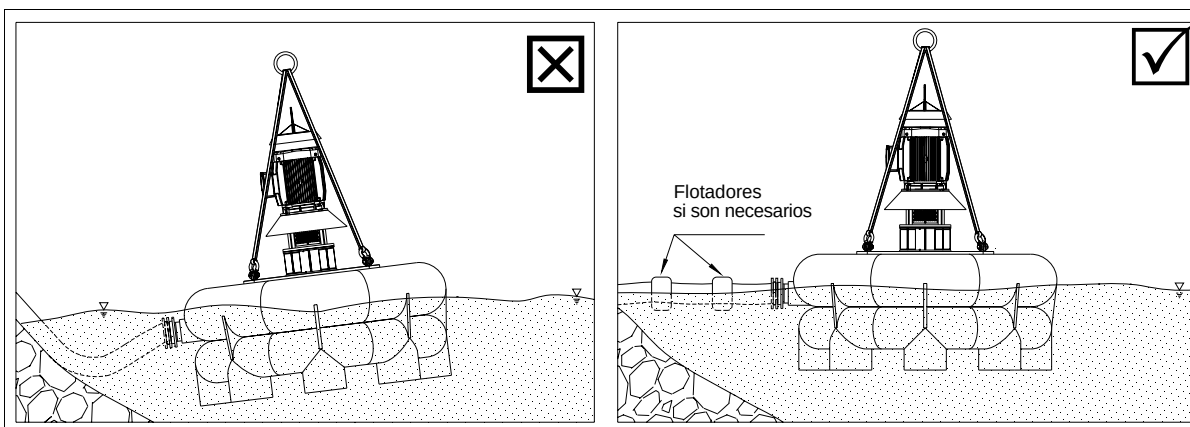

Figura 10
- La tubería de descarga debe ser relativamente flexible y debe flotar cuando está llena del fluido bombeado, para no producir momentos que puedan voltear el equipo de bombeo. El HDPE flota en fluidos iguales o más densos que el agua, incluso lleno con el fluido bombeado. En caso de ser necesario se debe instalar flotadores independientes para sostener la tubería de descarga (figura 10).